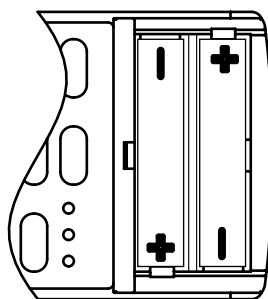

Figura 7
3. Retire as antigas e instale novas pilhas AAA de acordo com a polaridade indicada (vide Figura 7). Feche a tampa das pilhas.